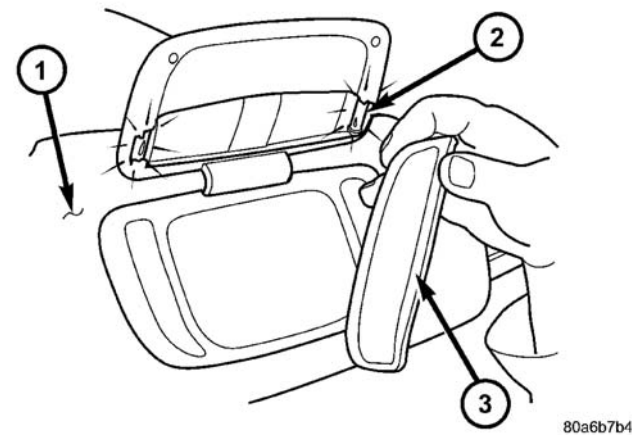

图 8 化妆灯
- (1) 断开并隔离蓄电池负极电缆。
- (2) 用尖锐的小工具或其它合适的工具从灯上撬下灯罩玻璃（图 8）。